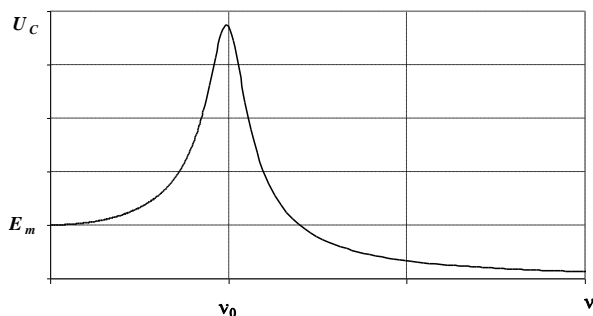

Рис. 2. Резонансная кривая
Из формулы (8) видно, что амплитуда напряжения на конденсаторе U_{Cm} зависит от соотношения частот: частоты собственных колебаний ν_0 , частоты колебаний вынуждающей ЭДС ν . График функции U_{Cm} показан на рис. 2.